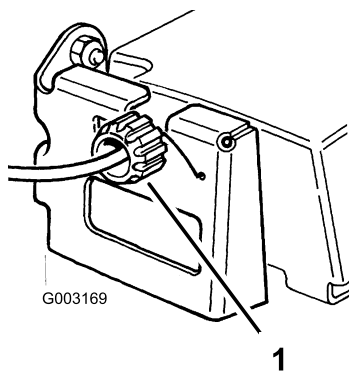

Figura 30
2. Gire el mando de control en el sentido de las agujas del reloj 1/2 vuelta si el cortacésped no avanza. Si el cortacésped avanza lentamente, gire el mando 1/2 vuelta en el sentido opuesto a las agujas del reloj para aflojar la correa (Figura 30).